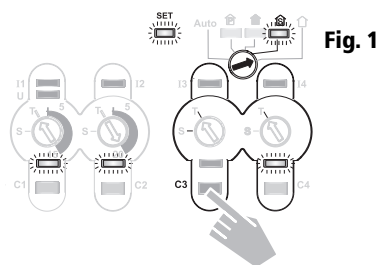

Fig. 1
**Exemple** : Simulation de présence, voir figure 1 ci-dessous.
2. Appuyez brièvement sur la touche manuelle du canal à modifier, jusqu'à ce que la LED de contrôle soit éteinte (voir figure 1 canal C3).